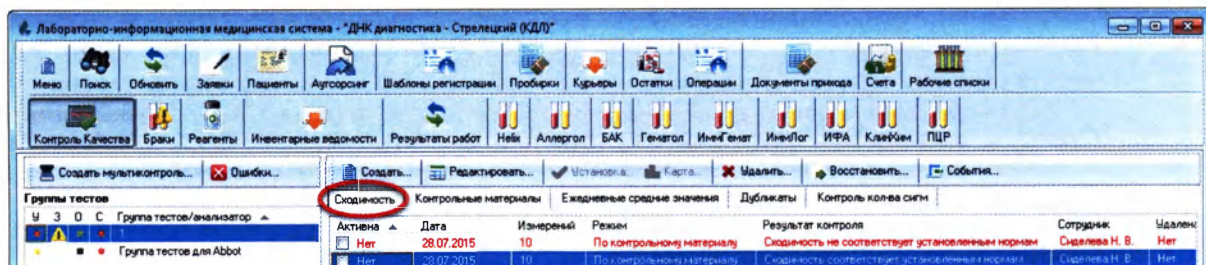

Рисунок 12.6
3. Перейдите во вкладку «Сходимость» (Рисунок 12.6):